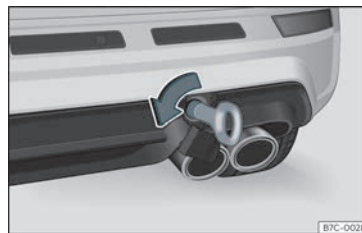

Fig. 43 A la part dreta del para-xocs del darrere: argolla de remolc enroscada.
- Enrosqueu l'argolla de remolc a l'allotjament girant-la al màxim **en el sentit contrari al de les agulles del rellotge** »» fig. 43 »» ❶. Utilitzeu un objecte adequat amb el qual pugueu enroscar completament i fermament l'argolla de remolc en el seu allotjament.
❶ COMPTE!